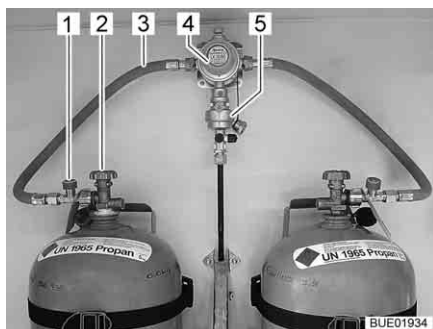
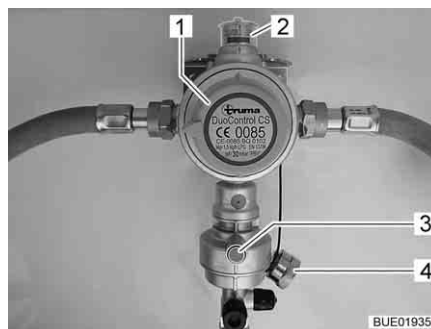

Fig. 77 Bombole del gas con DuoControl
Fig. 78 Impianto di regolazione DuoControl
L'impianto di regolazione DuoControl consiste in una valvola di commutazione (Fig. 77,4) e un sensore crash (Fig. 77,5). L'impianto di regolazione DuoControl è installato tra i tubi flessibili del gas (Fig. 77,3) con un dispositivo antirottura del tubo flessibile (Fig. 77,1). Con la manopola (Fig. 78,1) sulla valvola di commutazione è possibile stabilire quale delle bombole del gas viene utilizzata come bombola in uso e quale come bombola di riserva.
Nella finestra di controllo (Fig. 78,2) viene visualizzato lo stato del rifornimento di gas:
Il funzionamento con una sola bombola del gas è consentito, ma in questi casi il collegamento aperto deve essere assolutamente chiuso con una copertura cieca (Fig. 78,4).
Sensore crash Il sensore crash blocca l'alimentazione del gas in caso di forti vibrazioni (es. incidente). Il sensore crash viene azionato mediante pressione del tasto reset verde (Fig. 78,3).
Dispositivo antirottura del tubo flessibile Il dispositivo antirottura del tubo flessibile (Fig. 77,1) blocca il flusso di gas quando il tubo flessibile collegato si rompe. Il dispositivo antirottura del tubo flessibile deve essere attivato premendo il tasto verde.
Centralina di controllo Tramite la centralina di controllo (Fig. 79) è possibile attivare e disattivare l'alimentazione del gas tramite l'impianto di regolazione DuoControl. Le valvole principali di arresto (Fig. 77,2) delle bombole del gas e i rubinetti di arresto del gas degli apparecchi devono essere aperti manualmente.
- Con la manopola (Fig. 78,1) sulla valvola di commutazione selezionare la bombola del gas, da cui proviene la principale alimentazione del gas (bombola in uso). Girare la manopola fino all'arresto.
- Aprire le valvole principali di arresto (Fig. 77,2) delle bombole del gas.
- Premere il tasto verde del dispositivo antirottura del tubo flessibile (Fig. 77,1). Nella finestra di controllo (Fig. 78,2) viene visualizzato il simbolo verde.
- Chiudere le valvole principali di arresto (Fig. 77,2) delle bombole del gas.
Se la spia di controllo verde (Fig. 79,6) si spegne durante il funzionamento e la spia di controllo rossa (Fig. 79,5) si accende, significa che la bombola in uso è vuota e deve essere sostituita. Nella finestra di controllo (Fig. 78,2) viene visualizzato il simbolo rosso. La bombola di riserva continua ad alimentare le utenze a gas.
- Ruotare di mezzo giro la manopola (Fig. 78,1) in direzione della bombola del gas utilizzata. In questo modo questa bombola del gas ora è la bombola in uso, mentre la bombola del gas vuota diventa la bombola di riserva. Il simbolo nella finestra di controllo (Fig. 78,2) passa da rosso a verde.
- Chiudere la valvola principale di arresto (Fig. 77,2) della bombola del gas vuota. Osservare la direzione della freccia.
- Premere il tasto verde del dispositivo antirottura del tubo flessibile (Fig. 77,1).